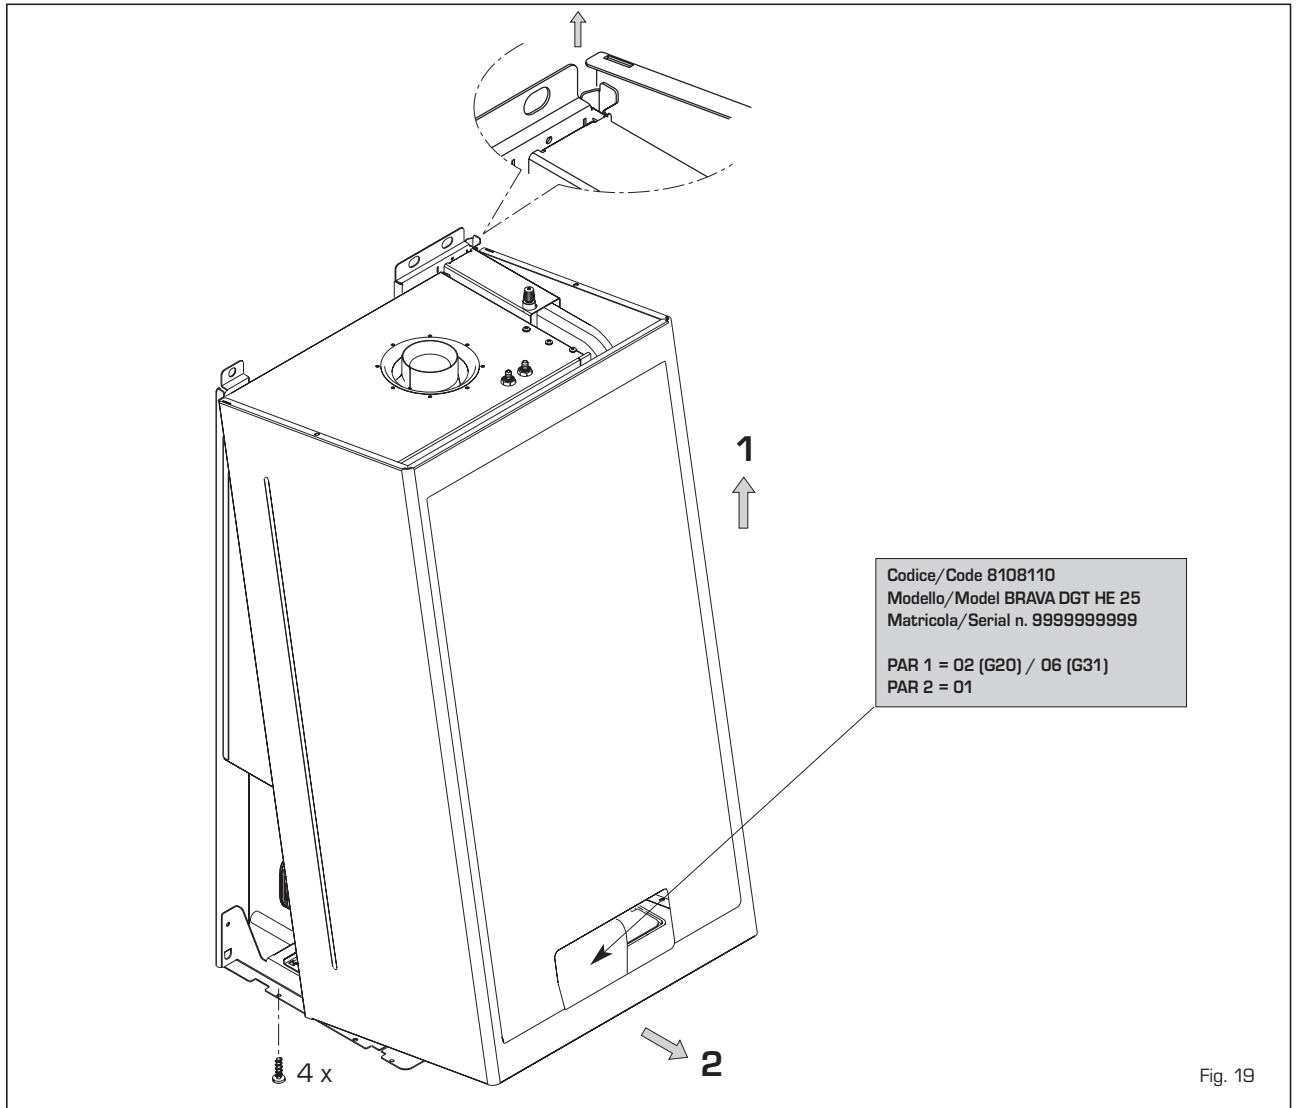

Fig. 19
4.4 DESMONTAJE DE LA ENVOLVENTE (fig. 19)
Para un fácil mantenimiento de la caldera es posible desmontar completamente el blindaje como se indica en fig. 19. Girar el panel de mandos hacia delante para acceder a los componentes internos de la caldera.